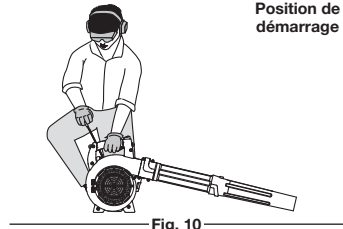

Fig. 10
AVERTISSEMENT : Évitez les démarrages accidentels. Soyez en position de démarrage lorsque vous tirez sur le cordon de démarrage (Fig. 10). Afin d'éviter les blessures graves, l'utilisateur et l'appareil doivent se trouver sur un sol ferme lors du démarrage.
- Ne pas presser sur la gâchette.** Placez-vous en position de démarrage (Fig. 10). Tirez sur la corde du démarreur 5 fois dans un mouvement contrôlé.